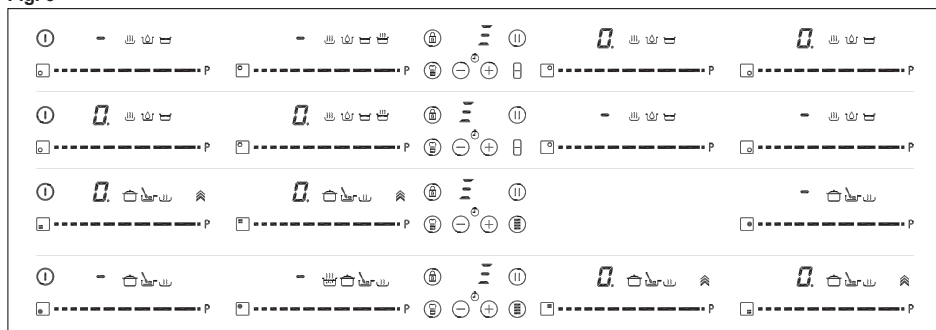

Fig. 4
Apoi, apăsați pe senzorul CHEF (BUCĂTAR) (16) (19), până când ledurile (21) de pe pictogramă (20) se aprind. Prin această acțiune, indicatoarele de putere (3) vor arăta trei segmente (vedeți fig. 4) care indică faptul că acum puteți așeza vasul.